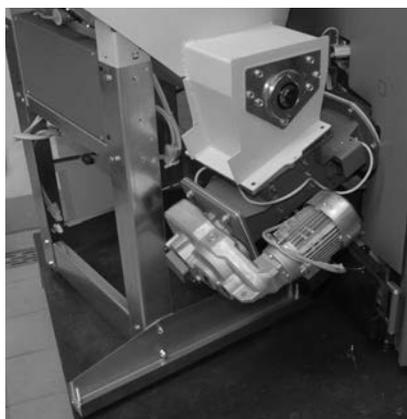

Fig. 151 Accostare la stiva alla caldaia
- Accostare la stiva alla caldaia - Fig. 151.